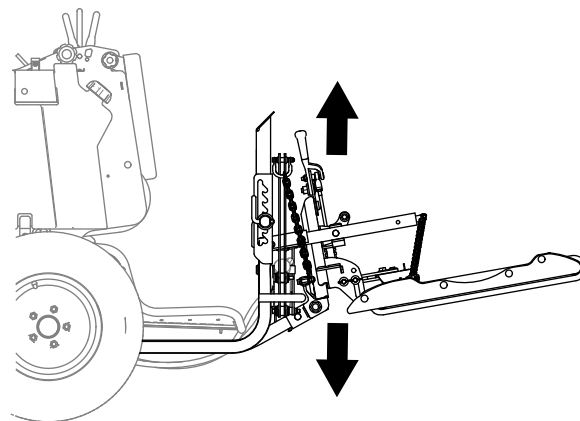

Figure 56
2. Utilisez la commande de levage d'accessoire arrière (Figure 56) pour régler la position d'un éventuel accessoire arrière comme suit :